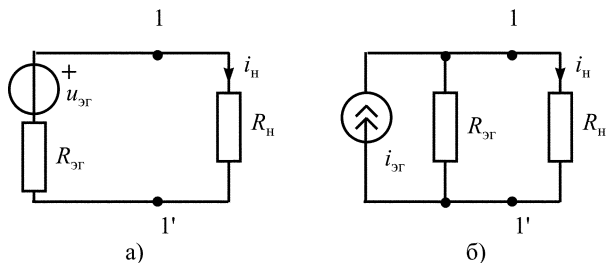

Рис. 1.6
Метод эквивалентного генератора основан на теореме об эквивалентном генераторе и применяется для анализа электрических цепей, в которых требуется найти ток в одной пассивной ветви (нагрузке). Тогда цепь, внешняя по отношению к нагрузке, рассматривается как эквивалентный генератор напряжения (рис. 1.6, а) или как эквивалентный генератор тока (рис. 1.6, б).
$$i_Н = \frac{u_{эГ}}{R_{эГ} + R_Н}, \quad u_{эГ} = u_{хх} \quad (\text{рис. 1.6, а})$$
$$i_Н = i_{эГ} \frac{R_{эГ}}{R_{эГ} + R_Н}, \quad i_{эГ} = i_{кз} \quad (\text{рис. 1.6, б})$$
- нарисуйте схему эквивалентного генератора напряжения (рис. 1.6, а), заменив R_H сопротивлением в указанной ветви;
- рассчитайте искомый ток в ветви по закону Ома (рис.1.6, а).